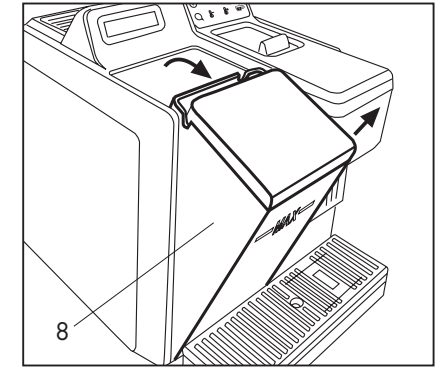

Fig. 1
- Per estrarre il serbatoio, premere leggermente la parte superiore, far scorrere e ruotare verso l'esterno. Alzare il serbatoio verso l'alto una volta disinserito dal vano. **(Fig.1)**